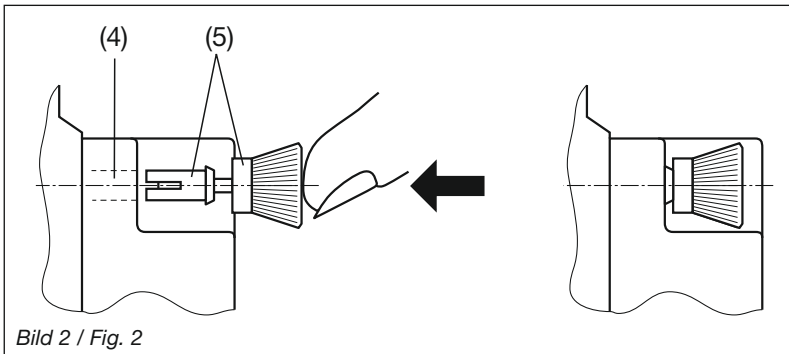

Bild 2 / Fig. 2
Zur mechanischen Sicherung die vier mitgelieferten Kunststoff-Spreiznieten (5) in die dafür vorgesehenen Löcher (4) eindrücken (Bild 2).
Pour le verrouillage mécanique des quatre rivets expansibles en matière plastique inclus dans la fourniture (5), il faut les pousser dans les trous (4) prévus à cet effet (Figure 2).
For mechanical safety press the 4 supplied plastic rivets (5) into the holes provided for them (4) (Fig. 2).